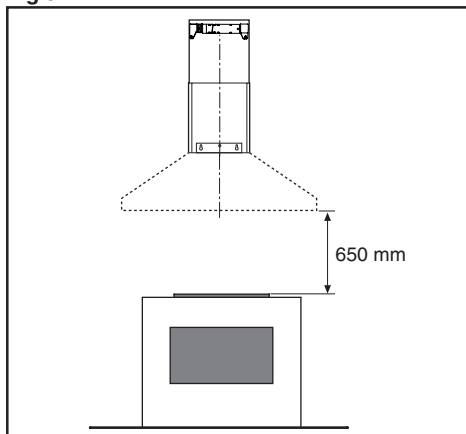

Fig.8
• La distance minimum entre la surface de support des récipients de cuisson sur le dispositif de cuisson et la partie la plus basse de la hotte pour cuisine doit être de 65 cm au moins (Fig.8).